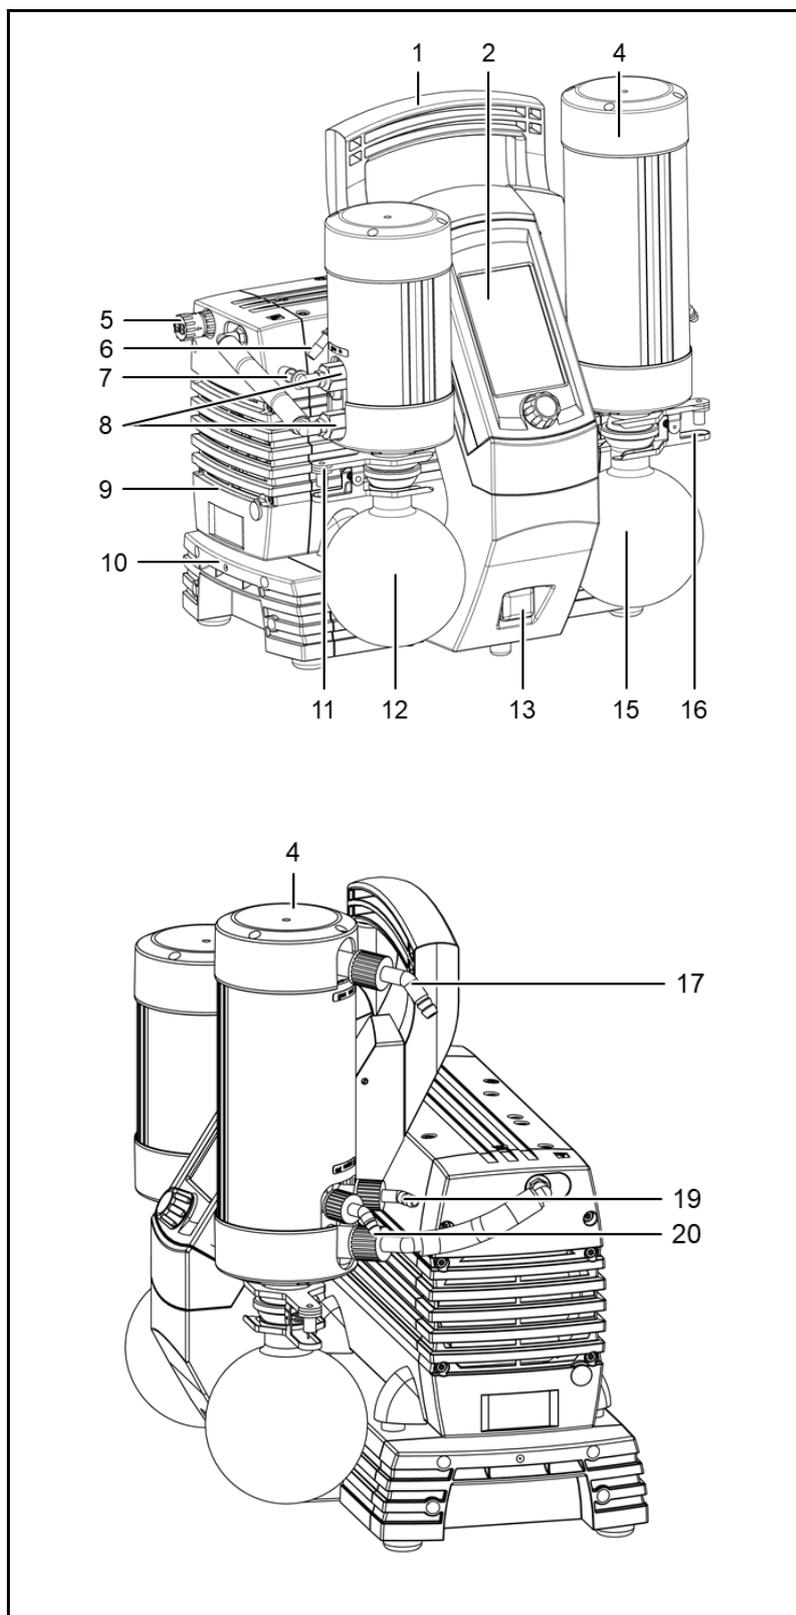

Fig. 2: sistema per vuoto SC 920G
| | <p>massima di lavoro consentita sul raccordo di aerazione (fig 2/5, pagina 10) è pari a 0,1 bar relativi.</p> |
Il matraccio di raccolta (fig. 2/12) raccoglie dal recipiente pulviscolo e goccioline sul lato aspirazione della pompa che sono stati aspirati accidentalmente dalla pompa stessa. Il matraccio di raccolta è rivestito (protetto contro l'implosione) ed è fissato al sistema per vuoto con una pinza.
I componenti condensabili separati nel condensatore ad alto rendimento vengono raccolti nel matraccio (fig 2/15) rivestito (protezione contro le esplosioni). Il matraccio di vetro è fissato alla flangia del condensatore con una pinza. Un refrigerante a circolazione oppure acqua fredda corrente raffredda il condensatore ad alto rendimento alla temperatura di condensazione.
Gasballast → Tramite l'interruttore Gasballast (Fig. 2: sistema per vuoto SC 920G
1. Collegare il recipiente al portagomma dell'ingresso del gas (fig. 2/7, pag. 10). Utilizzare a tale scopo un tubo flessibile per vuoto.
2. Collegare il tubo flessibile per deviare i gas di scarico sul condensatore ad alto rendimento (fig. 2/17, pag. 10).
3. Montare l'ingresso e l'uscita del liquido refrigerante sul condensatore ad alto rendimento (fig. 2/19 e 20, pag. 10).